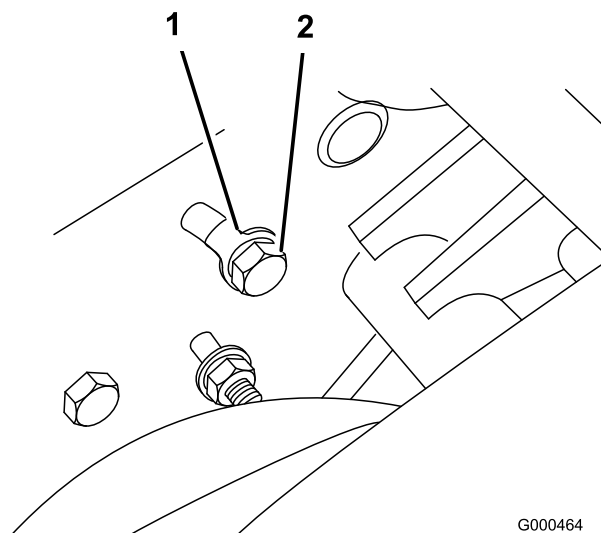

Figura 42
A. Allentate la vite a testa cilindrica che sul retro della piastra laterale fissa la staffa di rinvio alla piastra stessa (Figura 42).